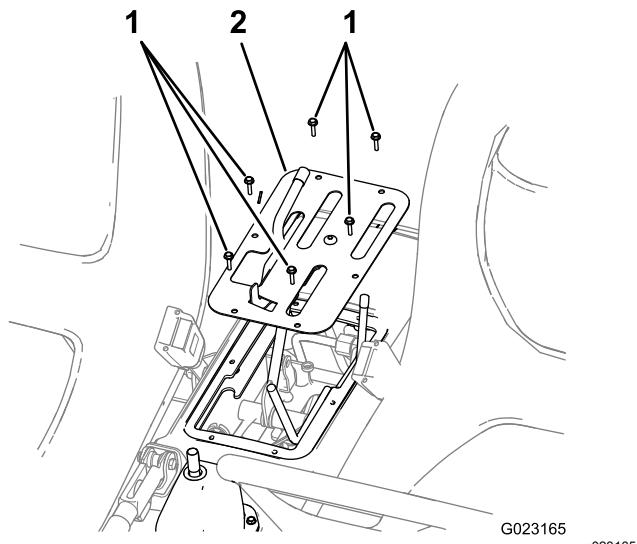

Figura 3
3. Rimuovete le 6 viti che fissano il bordo esterno della piastra di copertura della consolle centrale al telaio ed estraete la piastra di copertura (Figura 3).